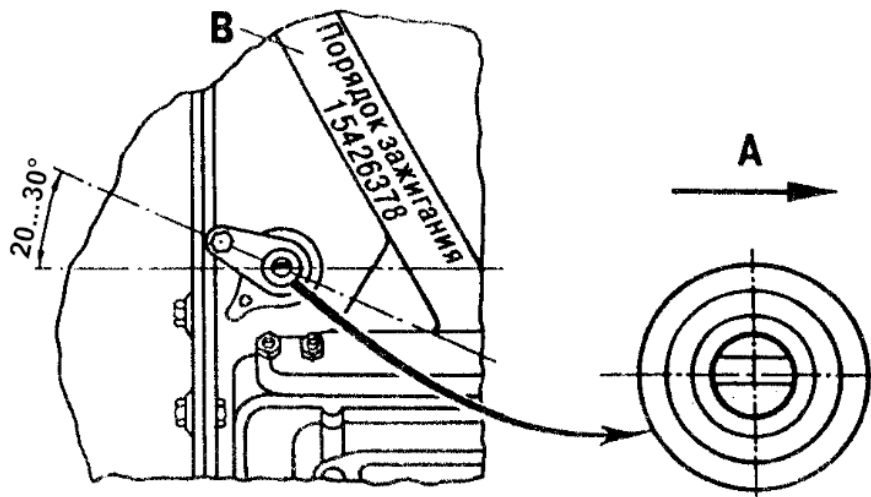

Рис.39. Установка привода распределителя:
3. Закрепить корпус привода держателем и гайкой так, чтобы кронштейн с резьбовым отверстием, имеющийся на корпусе привода, был направлен назад, считая по ходу автомобиля, и повернут, примерно, на 20...30° влево по часовой стрелке от продольной оси двигателя, как показано на рис.39.